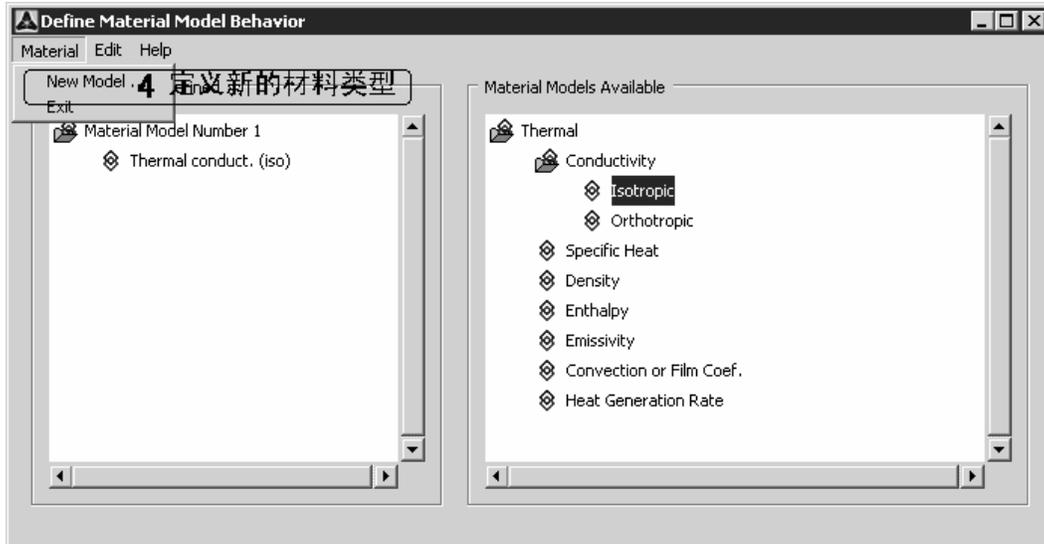
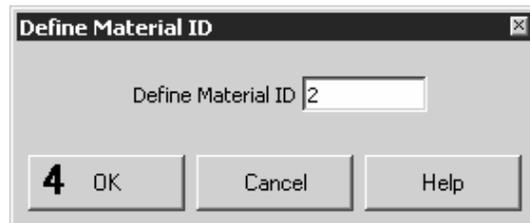

图 12.10 定义的材料列表
图 12.11 定义新材料编号对话框
3. 在图 12.9 中的 KXX 文本框中输入 0.0234, 指定 1 号材料的热传导系数为 0.0234, 单击  按钮, 关闭对话框。在材料模型定义对话框中将会列出定义的 1 号材料, 如图 12.10 所示。
4. 单击图 12.10 所示对话框中的菜单: Material | New Model, 将弹出 Define Material ID (定义新材料编号)对话框, 如图 12.11 所示。保持对话框中的缺省设置, 单击对话框中的 **OK** 按钮关闭对话框。在图 12.10 所示的对话框中的左边列表框中将会出现新增加的材料。
5. 重复步骤 2~3, 定义 2 号材料的热传导率为 $0.152\text{W/mm}\cdot^{\circ}\text{C}$, 单击图 12.10 所示对话框中的菜单 Material | Exit, 关闭对话框, 完成对内外层管道的材料定义。